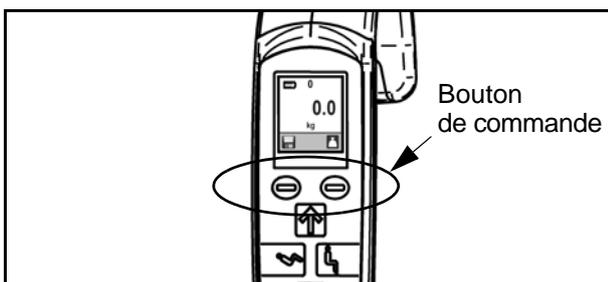

Fig. 67
1. Lors de la mise sous tension, appuyer simultanément sur les deux boutons de commande du pèse-personne (voir Fig. 67).